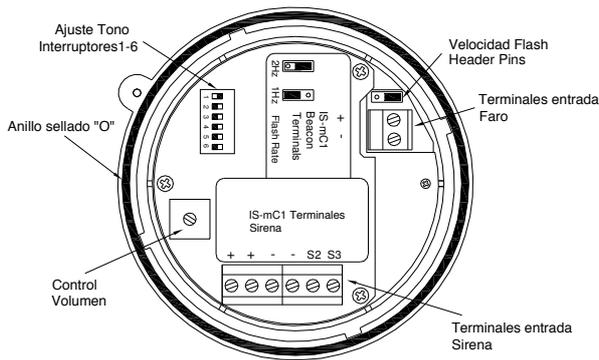

Fig. 2 Localización de los terminales de campo y controles
Power is supplied to the sounder section via the sounder input terminals + and - on the sounder PCB (see Fig 2) and the terminals have the following input safety parameters:
La energía se suministra a la luz a través de los terminales de entrada de faro + y - en la PBC de la luz (vea la Fig. 2) y los terminales tienen los siguientes parámetros de seguridad de entrada:
- Ajuste la cantidad requerida de prensaestopas de 20mm o entradas de conductos en la base y conecte el cableado de campo a los terminales de sirena apropiados, como se muestra en la sección 6 y Fig. 2 de este manual. Los terminales + y - de la fuente de alimentación están duplicados para que las sirenas se puedan conectar en paralelo, o se pueda instalar una resistencia de monitorización de fin de línea.
- Seleccione el tono de salida de la sirena requerido colocando los 6 interruptores como se muestra en la Tabla 1 Fig. 2
- Verifique que el aro de sellado "O" está correctamente colocado en la sección de la sirena/faro (ver Fig. 2) e insertar la sección de sirena/luz en la base. Empújelo completamente y gire en sentido a las agujas del reloj para alinear las molduras antes de apretar el tornillo de seguridad.
Selección de Tono – Para seleccionar el tono de 1ª etapa requerido, configure los interruptores de tono 1 a 6 (ver Fig. 2) a la configuración de tono que se muestra en la siguiente tabla. La tabla también muestra qué tonos de la 2ª y 3ª etapa están disponibles para su uso con el tono de 1ª etapa seleccionado si se requiere más de una etapa de salida de tono.